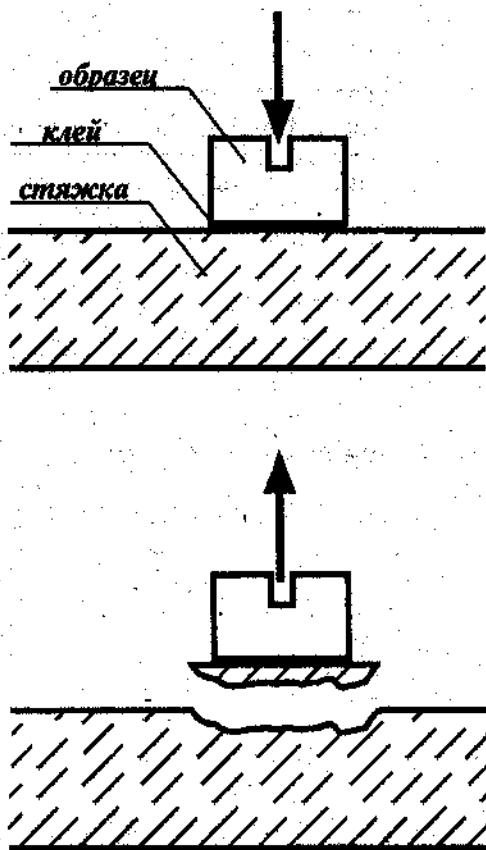

Рис. 13
- ☛ крутя рукоятку (3), выдвинуть упор и добиться отрыва/смещения образца вместе с небольшой частью поверхности, к которой он приклеен (рис. 13);